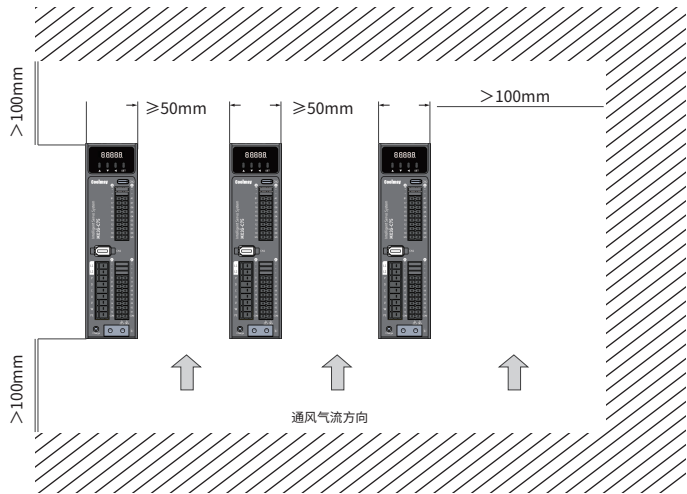

图 1 安装间隙
- 安装间隔：驱动器之间以及与其它设备间的安装间隔距离，请参考图1，注意图上标明的是最小尺寸，为保证驱动器的使用性能和寿命，请尽可能地留有充分的安装间隔。